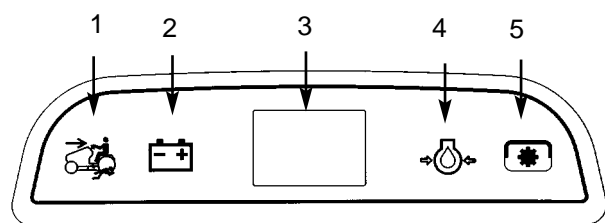

Fig. 9
2. Alzare l'interruttore per alzare il sollevatore di attrezzi (Fig. 9) e tenerlo alzato.
La manopola di regolazione dell'altezza (Fig. 9) limita la corsa discendente dell'attrezzo. Girando la manopola si modifica il punto d'arresto, in alto o in basso.
1. Alzate la leva di sollevamento dell'attrezzo: vedi Sollevamento attrezzi. Quando la leva è sollevata, girate la manopola di regolazione (Fig. 9) per cambiare il punto d'arresto. Girate in senso orario per aumentare l'altezza dell'attrezzo, e in senso antiorario per ridurla.
2. La spia di regolazione dell'altezza (Fig. 9) indica la variazione, alta o bassa, dell'altezza di sollevamento dell'attrezzo, durante la modifica.